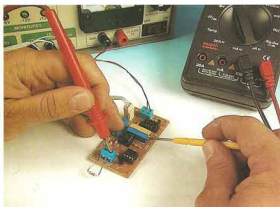

Figura 10.7 Calibración de los niveles de corriente máximos y mínimos
3. Para calibrar el nivel inferior de la corriente de salida, cortocircuite la entrada del circuito y conecte un miliamperímetro entre las dos terminales de salida para leer la corriente I_o , que puede estar entre 0 y 4mA, mientras se varía el control para el ajuste de escala mínima (MIN) hasta el valor esperado, **figura 10.7**.